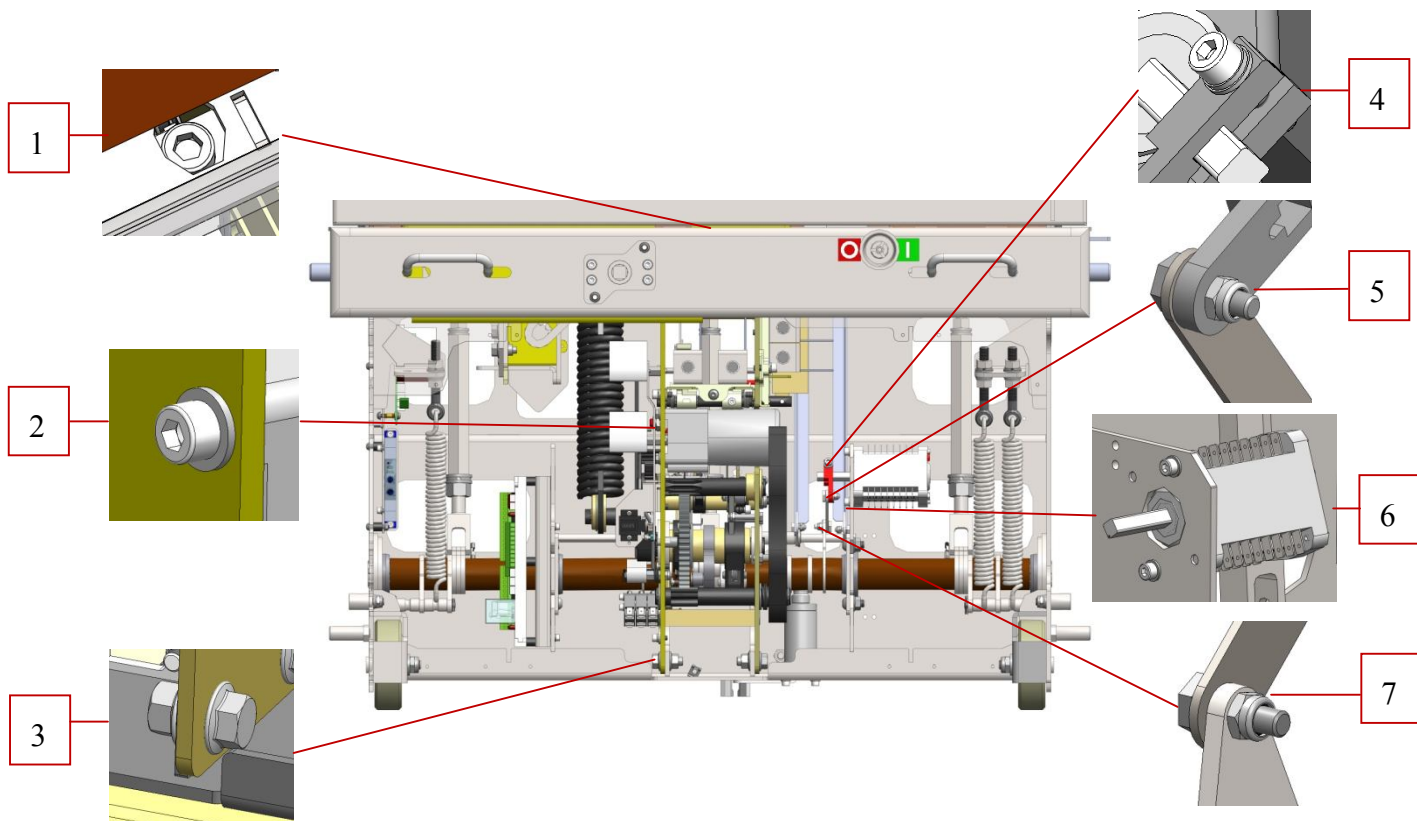

Рис. 14 Места затяжки крепежа в приводе выключателя согласно табл. 13
- проверку смазки узлов привода в соответствии с рис. 14, 15, 16, 17 и табл. 14 (допускается применение другой смазки с аналогичными характеристиками), при необходимости – замену смазки;